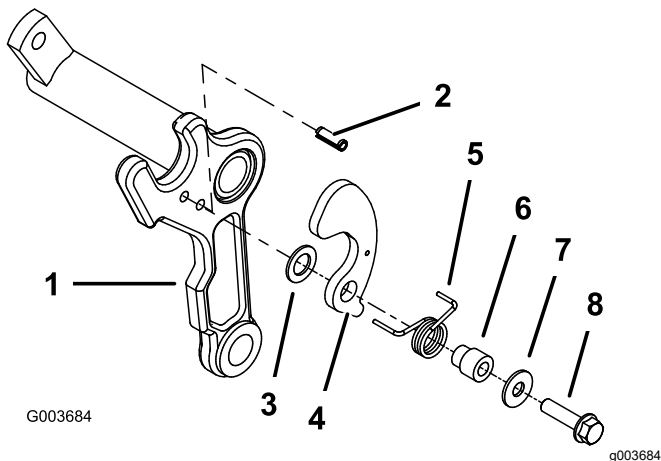

Figure 3
- Placez une goupille cylindrique dans le trou inférieur du côté approprié du bâti porteur de chaque plateau de coupe (Figure 3).
torsion, un collier de bac, une rondelle plate (11/32 x 7/8 po) et un boulon (5/16 x 1-1/4 po) ; voir Figure 3.